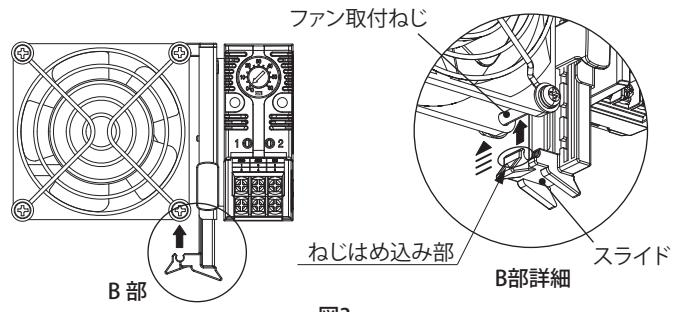

図3
- スライドのねじはめ込み部を、ファン取付ねじにカチッと音がするまではめ込んでください。(図3)